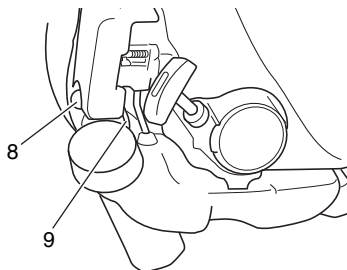

Fig. 5
- * Presione varias veces el bulbo de cebador (8), de manera que el combustible fluya a través del bulbo o de la tubería de retorno (9). (Fig. 5)